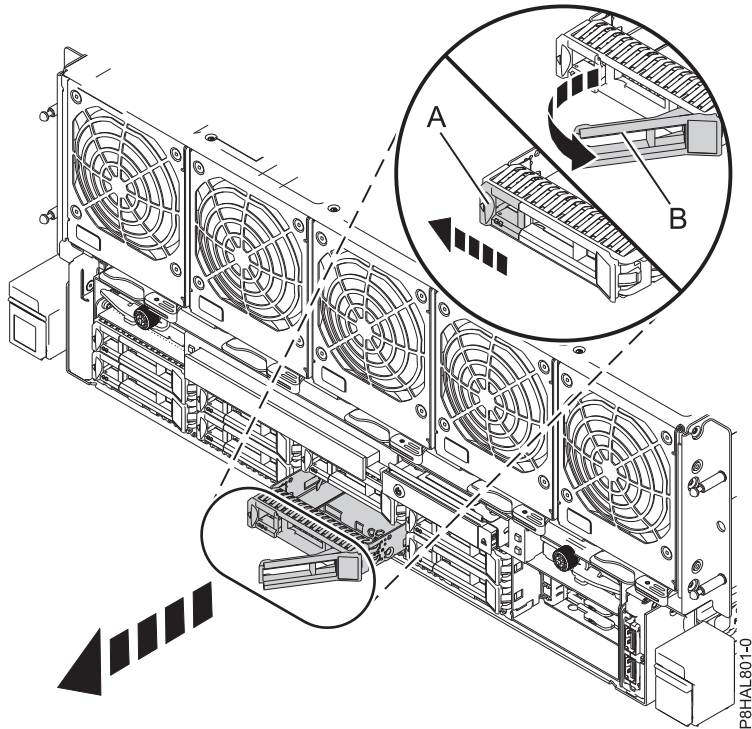

Figura 22. Extracción de una unidad de disco del sistema 8408-44E o 8408-E8E
3. Cuando se encienda el LED de identificación con una luz fija, desbloquee el asa de la bahía de unidad (**B**) presionando el pestillo del asa (**A**) y tirando de él hacia usted, como se muestra en Figura 22 en la página 36. Si el asa no está extendida del todo, la unidad de estado sólido no se puede deslizar hacia fuera del sistema.